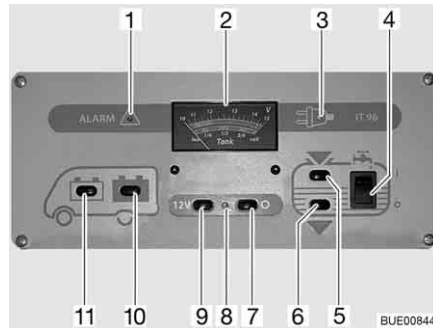

Bild 135 Panel IT 96-2
Med huvudbrytaren 12 V (Bild 135,7 och 9) kopplas panelen och bodelens 12 V-försörjning till eller från.
Slå på: ■ Tryck på knappen (Bild 135,9) "12 V": 12 V-försörjningen för bodelen är påslagen. Kontrollampan (Bild 135,8) lyser grönt.
Slå från: ■ Tryck på knappen (Bild 135,7) "O": 12 V-försörjningen för bodelen är avstängd. Kontrollampan (Bild 135,8) slocknar.
Med instrumentet V/tank (Bild 135,2) avläses den övre skalan. Instrumentets belysning tänds automatiskt när en knapp trycks in.
- Tryck på knappen (Bild 135,11) "🔋": Startbatteriets spänning visas.
- Tryck på knappen (Bild 135,10) "🔋": Bodelsbatteriets spänning visas.
På instrumentet V/tank (Bild 135,2) avläses den undre skalan. Instrumentets belysning tänds automatiskt när en knapp trycks in.
- Tryck på knappen (Bild 135,5) "": Vattenvolymen visas.
- Tryck på knappen (Bild 135,6) "": Avloppsvattenvolymen visas.
- Vippkontakten (Bild 135,4) trycks in upptill "I": Vattenförsörjningen är aktiverad.
- Vippkontakten (Bild 135,4) trycks in nedtill "O": Vattenförsörjningen är avstängd.
Den röda varningslampan "ALARM" (Bild 135,1) blinkar så snart spänningen i bodelsbatteri har sjunkit till under 11 V (mätning under pågående drift) och risk för djupurladdning föreligger.
Kontrollampan 12 V (Bild 135,8) lyser då huvudbrytaren 12 V (Bild 135,9) är inkopplad.
Den gula 230 V-kontrollampan (Bild 135,3) lyser när nätspänningen ligger på el-blockets ingång.